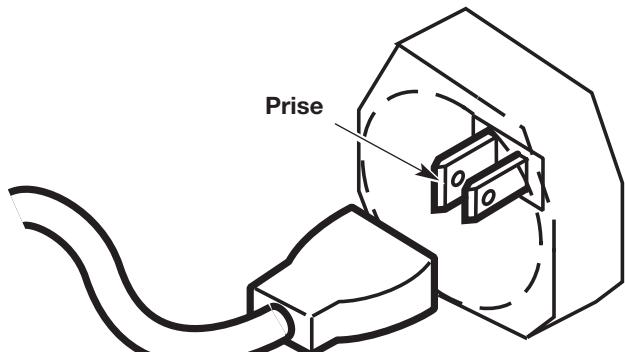

Fig. 10
- Branchez l'extrémité femelle du cordon dans la prise située à l'arrière de l'appareil (Fig. 10).